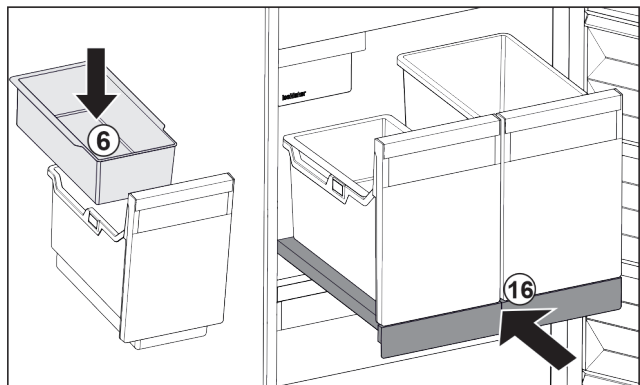

Fig. 87
- ▶ Вставьте навесной лоток Fig. 87 (6) для кубиков льда.